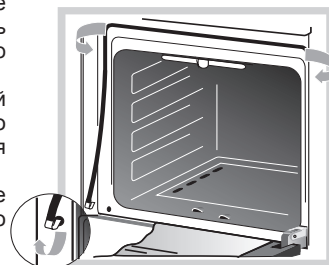

Рис.20
- Когда моете духовку, будьте аккуратны - не повредите резиновое уплотнение. Его можно снять, вынув скобы из отверстий (рис. 20).